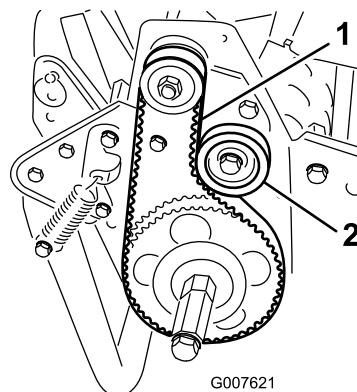

図 38
2. プーリ間の中央部で 図 38、1822N (1.82.3kg) 程度の力でベルトを指で押して張りを点検する。
- A. アイドラプリー固定ナットをゆるめ、プーリをベルトの背に押しつけて、適当な張りを出す 図 38。